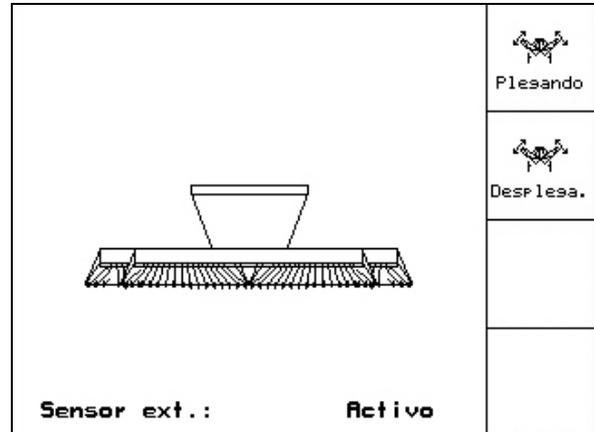

Fig. 66
-  Cambiar al submenú Plegado (Fig. 66).